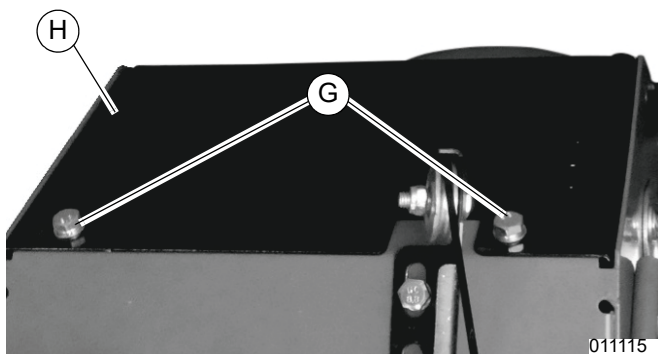

Figura 4-22. Ubicaciones de los pernos de la cubierta de la transmisión
7. Consulte la **Figura 4-22**. Use una llave de 10 mm para retirar los dos pernos (G) que fijan la cubierta de la transmisión (H) y retire dicha cubierta.